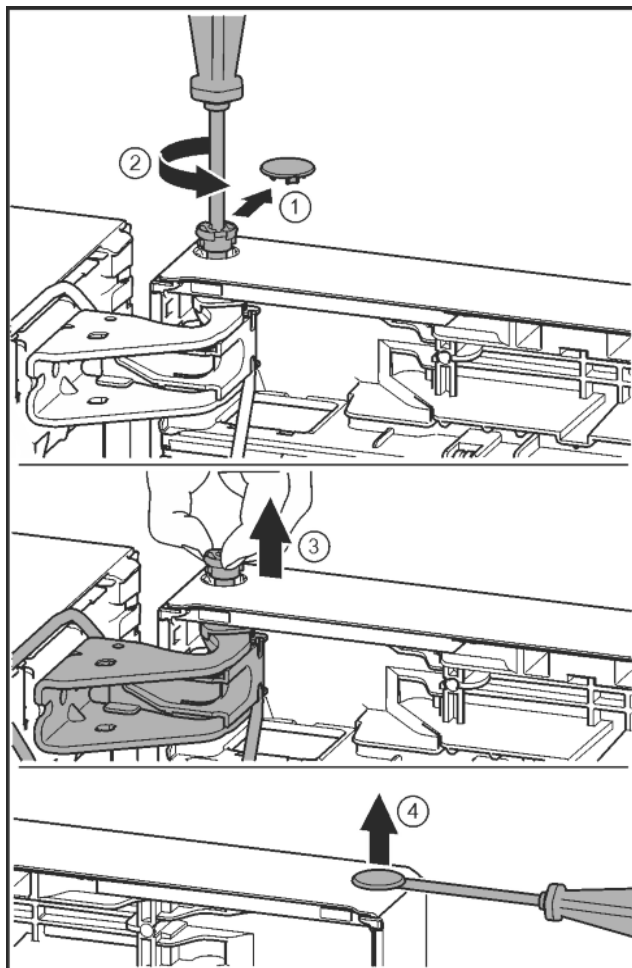

Fig. 22
- ▶ Осторожно снять предохранительную крышку. Fig. 22 (1)
- ▶ Немного выкрутить палец отверткой T15. Fig. 22 (2)
- ▶ Удерживать дверь и вытянуть палец рукой. Fig. 22 (3)
- ▶ Осторожно приподнять шлицевой отверткой заглушку из опорной втулки двери и вынуть. Fig. 22 (4)